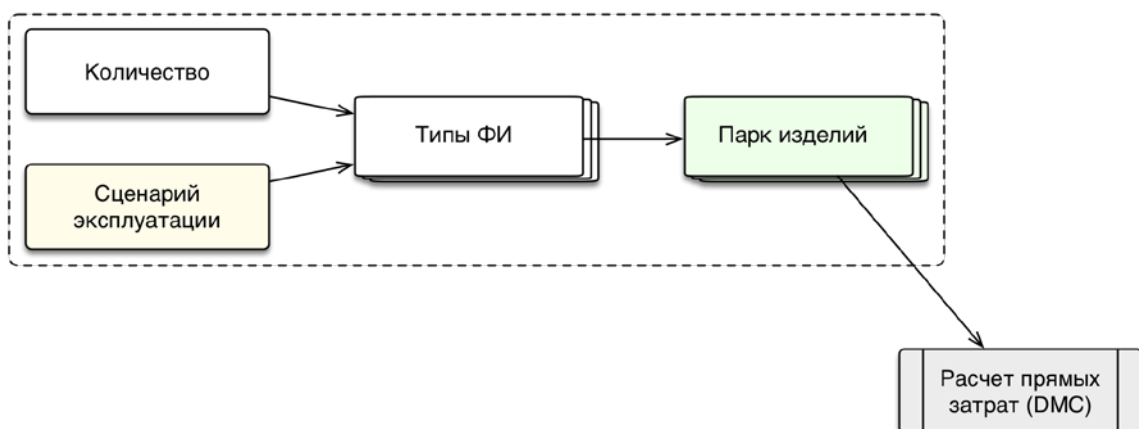

Рис. 10-398 – Использование объекта «Парк изделий» в ILS
7) В открывшемся диалоговом окне нажать «Да» для подтверждения действия (рис. 10-398).